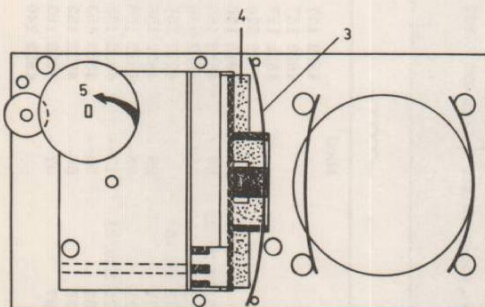

Fig. 1
Removing varco-drum (A), pointer (B), scale (C) and tuning knob (D), see Fig. 1.
- A. Pull at one side of the varco-drum (see arrow 5 in Fig. 1).
Oter le tambour du condensateur variable (A), l'index (B), le cadran (C) et le bouton de syntonisation (D) (voir fig. 1).
- A. Tirer à un des côtés du tambour du condensateur variable (voir flèche 5, fig. 1).
Togliere il tamburo del condensatore variabile (A), l'indice (B), la scala (C) e la manopola di sintonia (D), (vedi fig. 1).
- A. Tirare ad uno dei lati del tamburo del condensatore variabile (vedi freccia 5, fig. 1).
- A. Trek aan één zijde van de varcotrommel (zie pijl 5 in fig. 1).
Entfernen von Drehko-Trommel (A), Zeiger (B), Skala (C) und Abstimmknopf (D); siehe Abb. 1.
- A. Ziehe an einer Seite der Drehko-Trommel (siehe Pfeil 5 in Abb. 1).